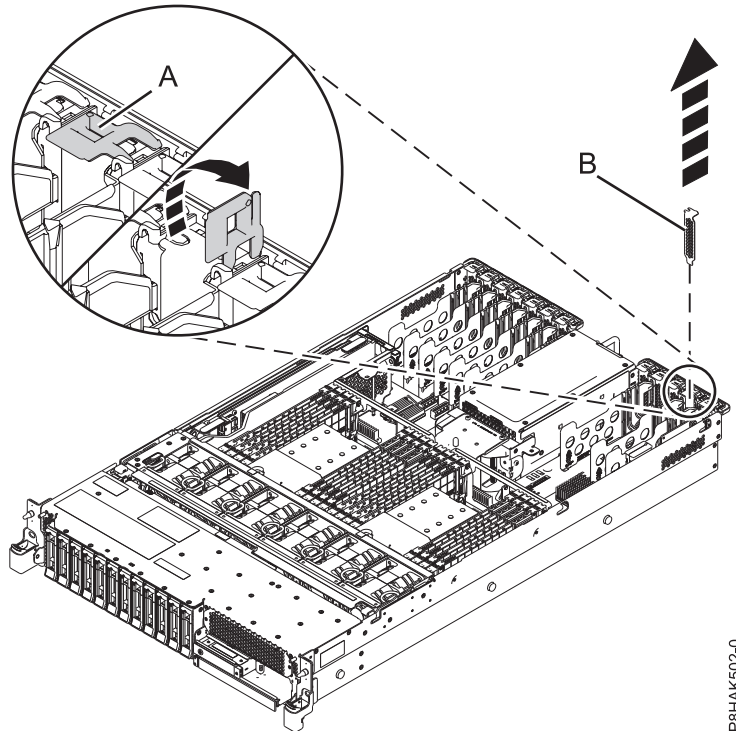

図 28. 5148-21L、5148-22L、 8247-21L、8247-22L、8284-21A、または 8284-22A システムの PCIe アダプター・スロットからのフィラーの取り外し
フィラーを取り外すには、フィラー (B) の上端またはテール・ストックを注意して持ち、システムから取り外します。51 ページの図 28を参照してください。